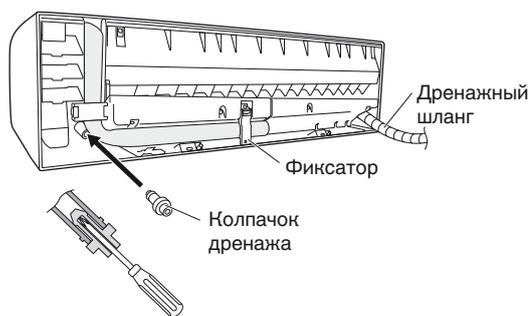

Рис. 3-30
- (d) Установите на место дренажный шланг с левой стороны и колпачок дренажа с правой стороны. (Рис. 3-30)
- (3) Установите внутренний блок на заднюю панель.
- (4) Подсоедините трубопровод и проводку, пропущенную снаружи.
- (5) После выполнения проверки на отсутствие утечки свяжите трубопровод вместе с помощью бронеленты, уложите внутри в месте для хранения трубопровода с задней стороны внутреннего блока и закрепите с помощью фиксаторов. (Рис. 3-30 и 3-32)